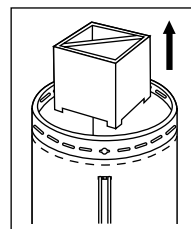

Fig.3
A.) Enlevez tout le matériel d'emballage de la chauffeurette. (Fig. 3)